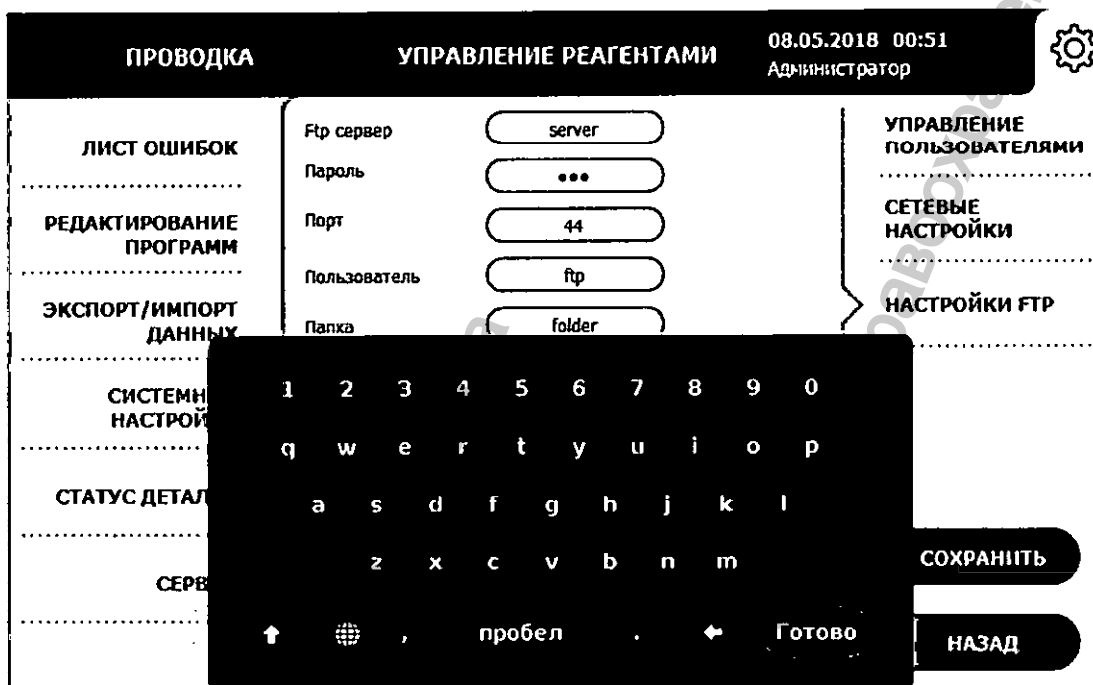

Рисунок 3.63. Ввод номера порта FTP-сервера
3. В поле **Порт** введите номер порта FTP-сервера, используя экранную клавиатуру (рисунок 3.63). Для подтверждения ввода нажмите кнопку **Готово**.